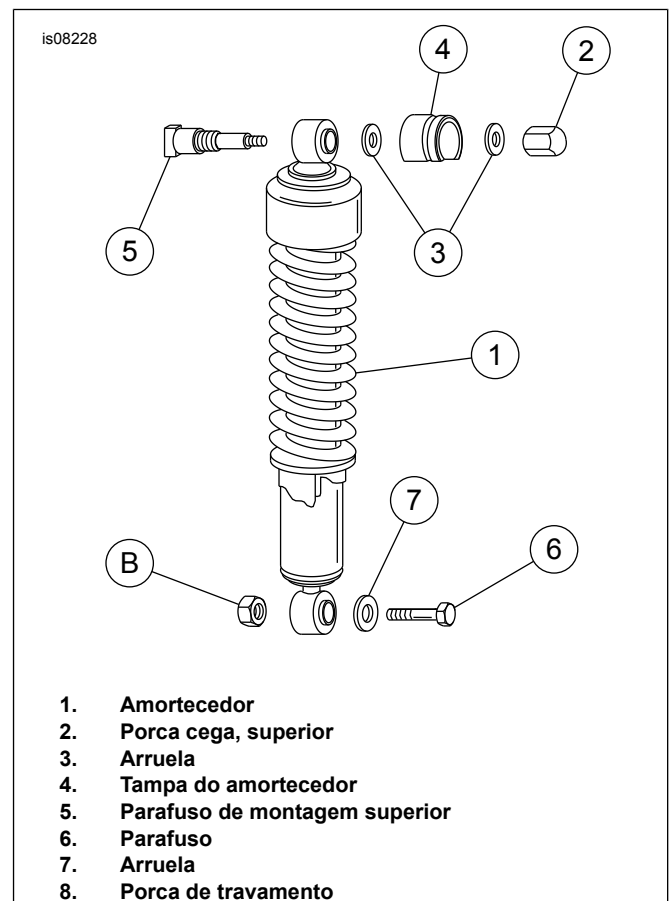

Figura 1. Remoção do amortecedor – Apenas modelos Hugger
4. Veja Figura 1. Com o para-lama traseiro e a estrutura apoiados de modo firme, remova os amortecedores esquerdo e direito, removendo a porca superior (2), as arruelas (3) e as tampas dos amortecedores (4). Remova o parafuso (6), a arruela (7) e a porca de travamento (8) do suporte inferior do amortecedor. Remova o amortecedor.
6. Veja Figura 1. Instale os amortecedores usando as ferragens originais. Aperte a porca cega (2) com torque de 28,5 a 47,5 N·m (21 a 35 lb·pé). Aperte a porca de travamento (8) com torque de 40,7 a 67,8 N·m (30 a 50 lb·pé).